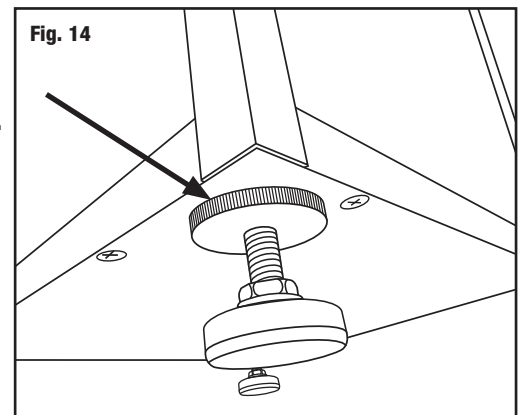

Fig. 14
5. Cuando haya terminado con el ajuste de altura, fije cada pata con su disco de bloqueo. **(Fig. 14)**
5. Wenn Sie mit der Einstellung fertig sind, blockieren Sie die Füße, indem Sie die Blockierscheibe jedes Fusses festziehen. **(Abb. 14)**